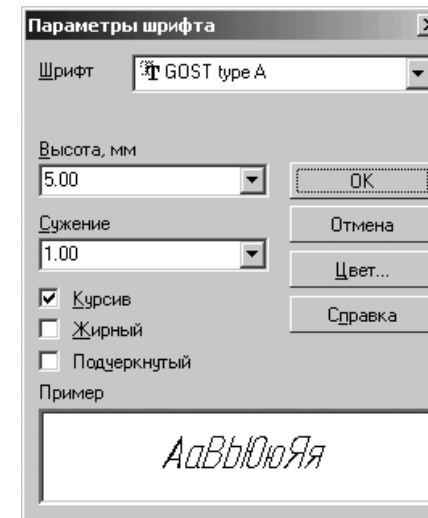

Рис. 5.111. Диалоговое окно **Параметры шрифта**
- **Шрифт** вызывает диалоговое окно **Параметры шрифта**, показанное на рис. 5.111. В этом диалоговом окне можно назначить или изменить параметры шрифта (высоту, сужение, начертание и т.д.) для выделенного или набираемого заново текста.